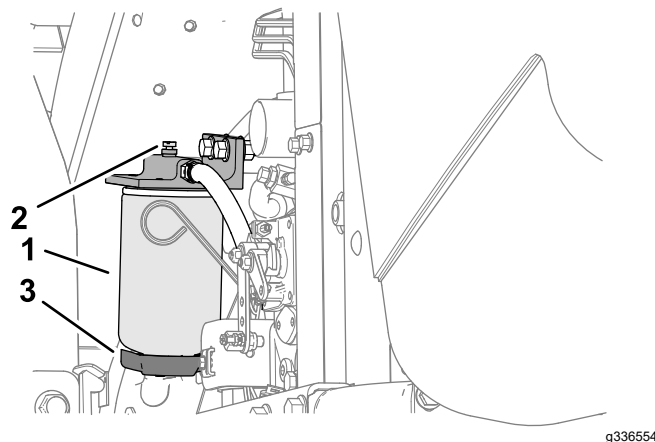

Figure 77
4. Desserrez le robinet de vidange au bas de la cartouche du filtre (Figure 77).
3. Nettoyez la surface autour des supports de la cartouche du filtre (Figure 77).